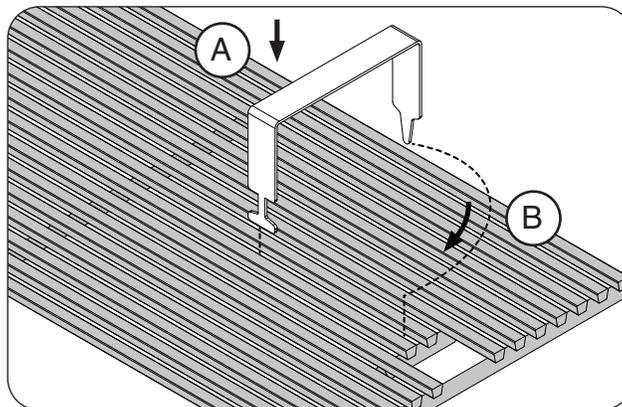
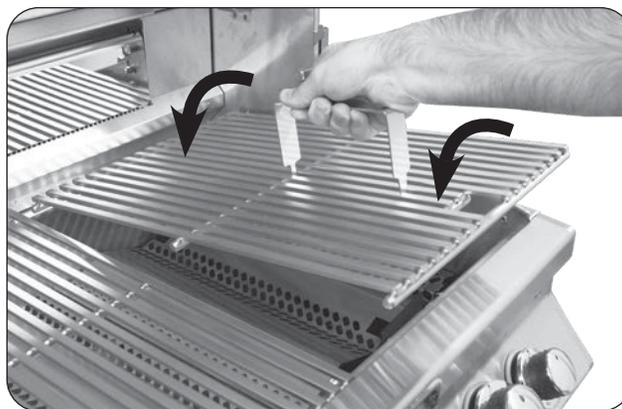

Abb. 19-3 Den Grillrost montieren
Abb. 19-4 Den Grillrost montieren
- Stecken Sie das eingekerbte Ende des Hebers mit den Zinken nach unten zeigend zwischen zwei Gitterstäbe und drehen Sie ihn, wie in Abb. 19-3, A & B gezeigt.
- Stecken Sie das hintere spitz zulaufende Ende des Hebers zwischen die beiden Stäbe (Abb. 19-3, B) heben Sie den Grillrost vorsichtig hoch und legen Sie ihn auf die vordere und hintere Rostauflage des Grills (siehe Abb. 19-4). Wiederholen Sie dies für alle anderen Grillroste.